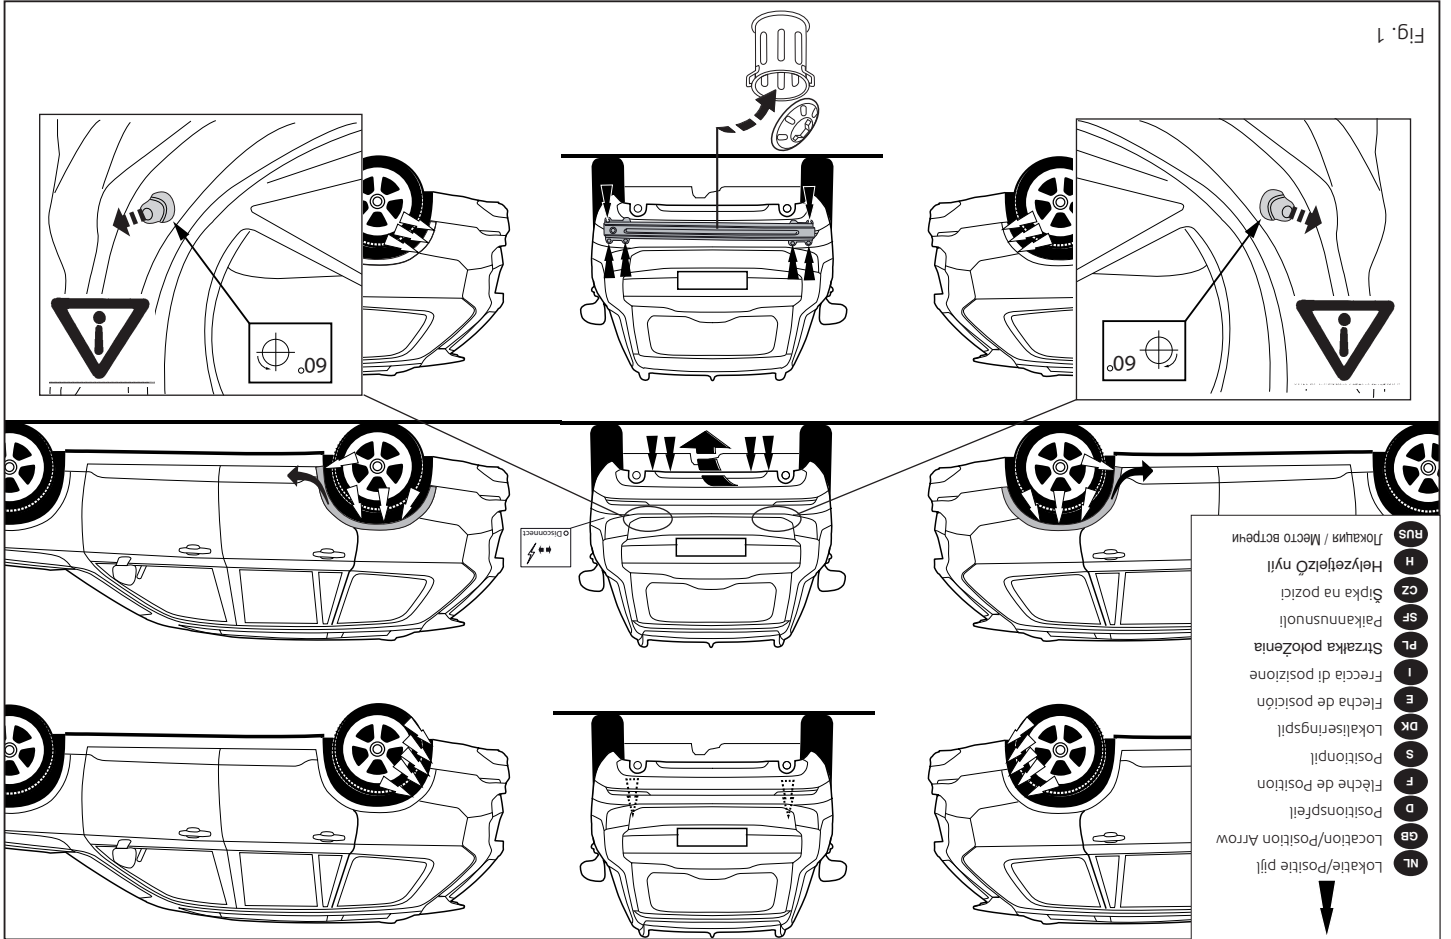

Fig. 1
1. Demonteer de bumper inclusief de stalen stootbalk van het voertuig. De stootbalk wordt niet meer gebruikt. (zie fig. 1, 1a)
1. Remove the bumper and the steel buffer beam from the vehicle. The buffer beam will no longer be needed. (see fig. 1, 1a).
- Die Stoßstange einschließlich des stählernen Stoßbalkens vom Fahrzeug abmontieren. Der Stoßbalken wird nicht mehr benötigt (siehe Abb. 1, 1a).
1. Déposer le pare-chocs du véhicule y compris la traverse en acier ; la traverse ne sera plus utilisée (voir la fig.1, 1a).
1. Demontera stötfångaren inklusive stötranden av stål från fordonet, stötranden förfaller (se fig. 1, 1a).
1. Demonter kofangeren, inklusive køretøjets stålstødbjælke. Denne bliver overflødig (jævnfør fig. 1, 1a).
1. Desmontar el parachoques inclusive el tope de acero del vehículo, el tope no se vuelve a utilizar (véase la fig. 1, 1a).
1. Снять бампер вместе со стальным брызгным брызгом автомобиля; брызгный брызг больше не понадобится (см. рис. 1, 1a).